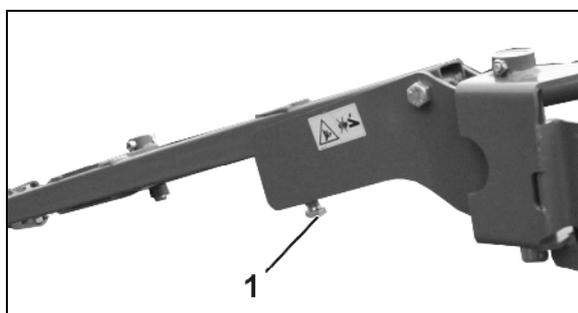

Fig. 111
- Ajustar una profundidad de trabajo mayor: (Fig. 111/1) **soltar** algo más el tornillo y bloquear con la tuerca.
- Ajustar una profundidad de trabajo menor: (Fig. 111/1) **apretar** algo más y bloquear con la tuerca.